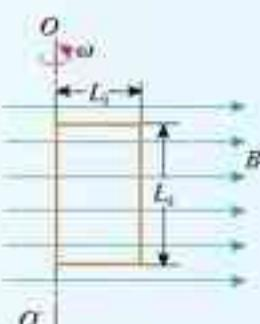

图4.4-6 证明线圈此时的感应电动势为 $BS\omega$
5. 如图4.4-6, 矩形线圈在匀强磁场中绕 OO' 轴转动时, 线圈中的感应电动势是否变化? 为什么? 设线圈的两个边长分别是 L_1 和 L_2 , 转动时角速度是 ω , 磁场的磁感应强度为 B . 试证明: 在图示位置时, 线圈中的感应电动势为